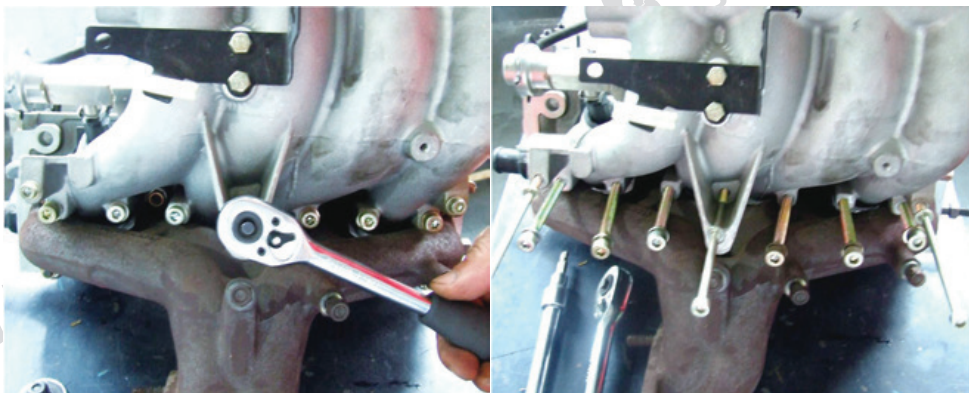

图 9 进排气歧管的拆卸
4) 拆卸进排气歧管，用 12mm 的套管拆卸八条排气管的固定螺母，取下排气支管（如图 9）。